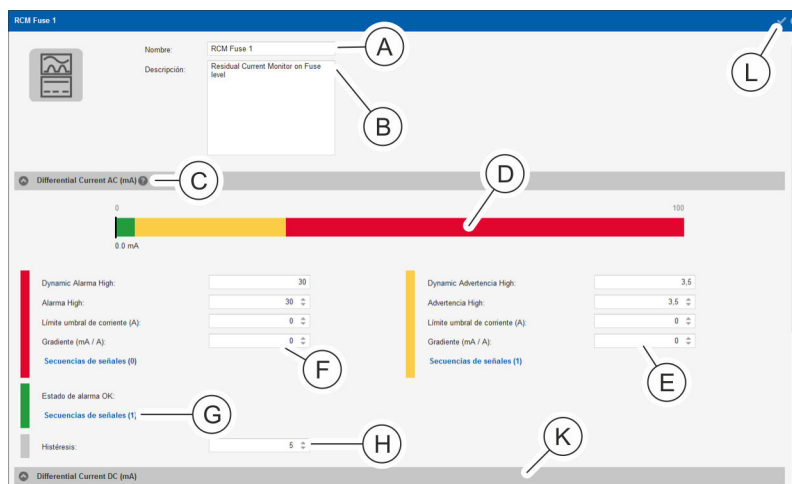

Fig. 130: Vista detallada
4. ▶ En caso necesario, cambie el nombre del medidor de corriente diferencial (Fig. 130/Ⓐ) en la vista detallada y, dado el caso, añada una descripción (Fig. 130/Ⓑ).
5. ▶ En el campo "Differential Current AC (mA)" introduzca un valor para "Alarma High", "Límite umbral de corriente (A)" y "Gradiente (mA / A)" (Fig. 130/Ⓔ).
8. ➤ En el campo "Differential Current AC (mA)" introduzca un valor para "Advertencia High", "Límite umbral de corriente (A)" y "Gradiente (mA / A)" (Fig. 130/C) y asigne una secuencia de señales (de forma análoga a los pasos 5 y 6).
9. ➤ En el campo "Differential Current AC (mA)", asigne al parámetro "Estado de alarma OK" (Fig. 130/D) una secuencia de señales en caso necesario (de forma análoga a los pasos 5-7).
10. ➤ En el campo "Differential Current AC (mA)" introduzca un valor para "Histéresis" (en %) (Fig. 130/E).
11. ➤ Repita los pasos 5-10 para el campo "Differential Current DC (mA)" (Fig. 130/F).
Las opciones "Límite umbral de corriente" y "Gradiente" no se pueden definir para "Differential Current DC (mA)". Los valores umbral para el control de corriente continua aparecen indicados con colores (Fig. 130/G).
12. ➤ Confirme la selección con el botón "Guardar" (Fig. 130/H).
Los valores de "Dynamic Advertencia High" o "Dynamic Alarma High" se calculan automáticamente. Con el signo de interrogación (Fig. 130/I) se puede mostrar una gráfica con una explicación del valor umbral de RCM dinámico (Fig. 18).